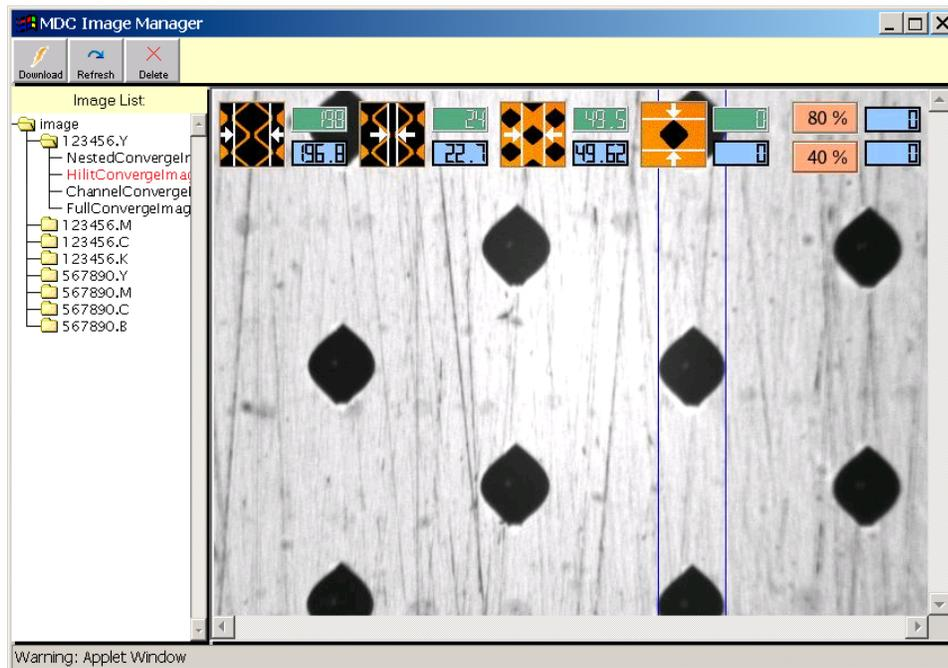

Figura 2
- Después de un corto tiempo de la ventana del Administrador de imágenes se abre (Figura 2) como una ventana independiente.
Vaya a la carpeta correspondiente para ver las imágenes de ese trabajo. Figura 2 muestra '123456.Y' como la carpeta de imágenes. Las carpetas mostrarán los nombres reales de trabajos basado en el trabajo grabado en la Spectrum.